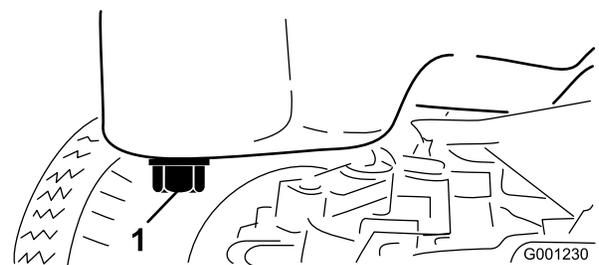

Figure 49
- Placez un bac de vidange sous le carter en face du bouchon de vidange (Figure 49).